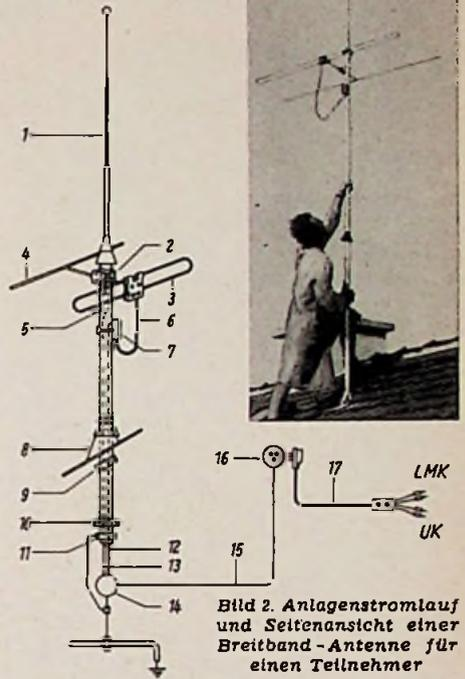
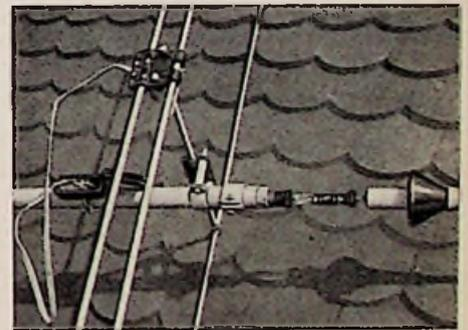

Bild 2. Anlagenstromlauf und Seitenansicht einer Breitband-Antenne für einen Teilnehmer
Bild 3. Die zusammengesetzte Antenne liegt noch auf dem Hausdach und läßt die geöffneten Antennenübertrager erkennen
Zum Empfang von Mittel- und Langwellen dient die mit einer „Prasselschutzkugel“ (Geräuschminderung bei statischen Entladungen) versehene 3,3 m lange Antennenrute 1 (Bild 2). Oben im Standrohr befindet sich der Mittel-Lang-Antennenübertrager 5 der als Autotransformator mit Feinfunkenstrecke geschaltet ist und die Antenne an den Wellenwiderstand (60 Ω) des Kabels anpaßt. In gleicher Weise wird mit der vom Faltdipol 3 aufgenommenen Empfangsenergie verfahren, wobei der UKW-Spezialübertrager 7 die Anpassung zwischen ungeschirmtem Bandkabel und geschirmter Koaxialleitung übernimmt. Bis zum Antennenableiter 14, in dem zwei Funkenstrecken mit je 0,1 mm Elektrodenabstand als VDE-mäßig vorgeschriebener Blitzschutz untergebracht sind, verlaufen die beiden Kabel 12 und 13 im Standrohr getrennt. Von hier ab erfolgt die Weiterleitung über die doppelt-konzentrische Antennenleitung 15, die beide Leitungen in einer gemeinsamen Kunststoffummhüllung (Querschnitt etwa 5 x 8 mm) vereint. Dieses wetterfeste Kabel kann nach Belieben auf Putz, direkt im Putz oder in Isolierrohren verlegt werden. Wenn nur ein Teilnehmer angeschlossen werden soll, endet es in der Nähe des Empfängers in einer Wandsteckdose 16. Die Empfänger-Anschlußschrub 17 ist am Ende mit einem kleinen Kästchen (114 x 44 x 31 mm) versehen, das die beiden Empfängerübertrager (ML, UKW) enthält und vier Stecker-schnüre aufweist, die den Anschluß zum Empfänger herstellen. Eine ebenfalls eingebaute elektrische Weiche nutzt den Kabelmantel als Kurzwellenantenne aus. Wenn mehrere Teilnehmer (bis zu acht) ohne Verwendung eines Verstärkers angeschlossen werden sollen, endet die Antennenleitung 15 in einer Antennenverteilerdose, von der aus Anschlußleitungen sternförmig (Stichleitungen) zu weiteren Antennensteckdosen führen. Im Verteiler untergebrachte Entkopplungswiderstände (je zwei pro Teilnehmer) sorgen für völlige Rückwirkungsfreiheit, und die als Trennübertrager (zwei Wicklungen) ausgeführten Empfängerübertrager verhindern das Auftreten von Berührungsströmen, wenn Allstromempfänger verwendet werden. Da bei Allstromschaltungen das Chassis in leitender Verbindung mit dem Lichtnetz steht, können über Antennen- und Erdbuchse Restströme in das Kabelnetz gelangen, die bei anderen Teilnehmern Störungen und sogar empfindliche elektrische Schläge verursachen. Das wird durch die erwähnten Trennübertrager sicher verhindert. Außerdem bewirkt der besondere Schaltungsaufbau eine saubere Hf-mäßige Trennung des Empfänger-Einganges vom Netz, so daß
Die meisten Rundfunkhörer scheuen die Umstände, die ihrer Ansicht nach die Montage einer solchen Antenne verursacht. Abgesehen davon, daß vom Hersteller erfahrene Spezial-Monteuere zur Verfügung gestellt werden können, werden die Arbeiten sehr weitgehend durch vorbereitete und genau angepaßte Bauteile erleichtert. So ist z. B. die Vor-nahme des „Durchbruches“ durch das Ziegeldach eine Angelegenheit von wenigen Handgriffen. An der in Aussicht genommenen Stelle wird ein Dachziegel ausgehängt und gegen die mit einer Gummidichtung versehene Dachhaube 8 (Bild 2) ausgetauscht. Zwei Befestigungsschellen 9 und 10 fixieren das Standrohr unterhalb des Daches an einer Mauer, am Dachgebälk oder in Sonderfällen auch an einem Kamin (Korrosionsgefahr durch Rauchgase). Als Blitzerde (11) wird das Steigrohr der Wasserleitung verwendet oder der bereits vorhandene Blitzableiter bzw. z. B. die gut veredeten Laufschielen eines Aufzuges.
Bild 3 zeigt die quer auf dem Dach liegende und zum Einsetzen in die Dachhaube vorbereitete Antenne. Der Antennenübertrager 5 ist noch nicht in das Tragrohr eingeschoben (rechte Bildseite), so daß man ihn ebenso wie den UKW-Übertrager noch im geöffneten Zustand erkennen kann (vgl. 5 und 7 in Bild 2). Bild 1 zeigt den Augenblick der Montage, in dem das Standrohr gerade in die Dachhaube eingesetzt wird. Sobald die Leitungsinstallation beendet ist, muß noch durch Empfangsversuch der Dipol 3 nach Lockern der Standrohr-Befestigungsschellen 9 und 10 mit der Breitseite auf die Richtung des bevorzugten UKW-Senders eingepellt werden. Bei geringen Feldstärken wird ein Reflektor 4 (Bilder 1 und 2) aufgesetzt, und wenn Rundempfang gewünscht wird, tritt an die Stelle des Faltdipols ein Kreuzdipol. Es verdient besonders hervorgehoben zu werden, daß Vorkerhungen zur Erweiterung auf Fernsehempfang bereits in der Konstruktion getroffen wurden. Im Vergleich zu einem Innendipol waren die UKW-Empfangsergebnisse bei der Versuchsantenne nach